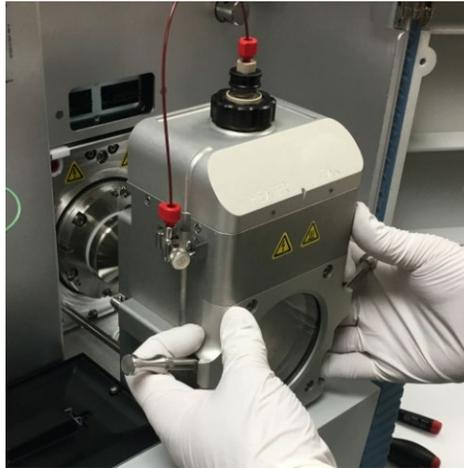

Abbildung 46: Entfernung des Quellengehäuses
- 4) Ziehen Sie die beiden Exzenterhebel rechts und links unten am Quellengehäuse nach oben. Während sich die Exzenter drehen, löst sich das Quellengehäuse vom Schott und gleitet von den beiden Metallführungsstäben herunter (siehe Abbildung 46).
- 5) Nehmen Sie das Quellengehäuse langsam heraus (siehe *Abbildung 46*) und achten Sie darauf, die ESI-Sonde und die Kapillarverbindung nicht zu beschädigen.